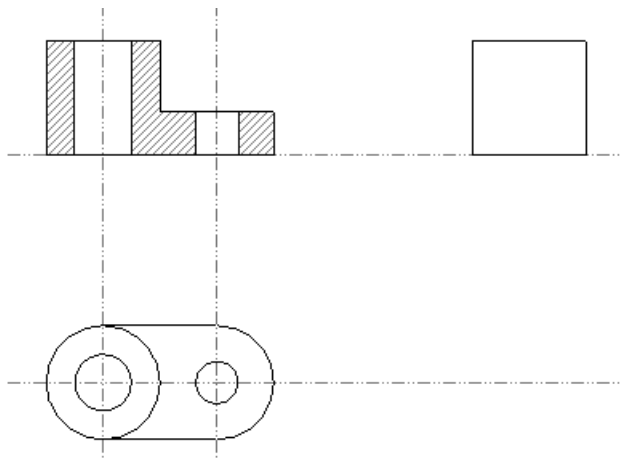

图 4.9.32 三视图
(1) 首先绘制一条与主视图中直线 6 水平的中心线。
① 在功能选项卡区域的 **草绘** 选项卡中单击 **构造线** 按钮 .
② 在系统弹出的“捕捉参考”对话框中单击  按钮，选取直线 6 最右的一段为参照，单击中键。
③ 单击选取参照直线的两个端点，绘制水平构造线。
(2) 在功能选项卡区域的 **草绘** 选项卡中单击“线”按钮 ，先选取上步操作所绘制的水平构造线为参照，再绘制图 4.9.32 所示的左视图，其宽度和高度值都是 40，左视图创建后，三视图如图 4.9.32 所示。